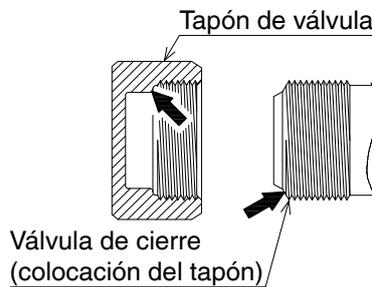

Fig. 11
- Hay un sello insertado en el punto que indica la flecha. Tenga cuidado de no dañarlo. (Consulte la **Fig. 11**)